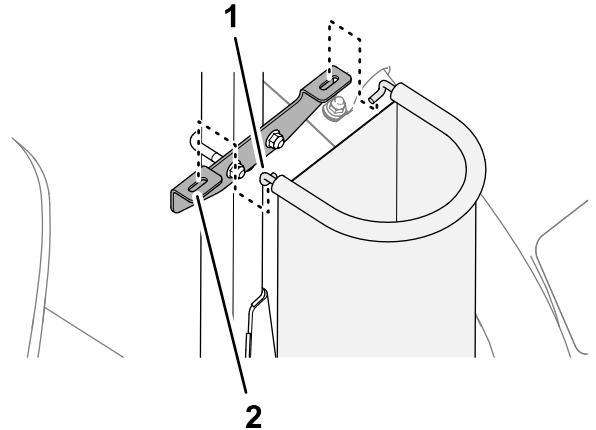

図 28
5. フープの端部をブラケットのスロットに差し込む図 28。